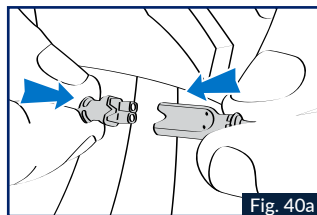
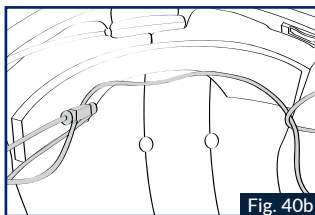

Fig. 40a
Fig. 40b
11. Effectuer les branchements des speakers (connecteur noir 2 branche), et le clavier suivant la FIG.40a, puis faite passer le câble du speaker droite comme indiqué sur la Fig.40b